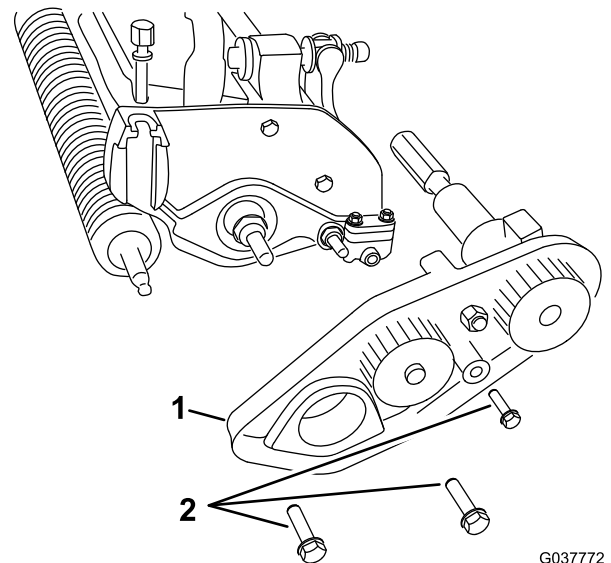

图8
4. 卸下将皮带驱动组件固定至滚刀组如配备的 3 个螺栓拆下整个组件图8。